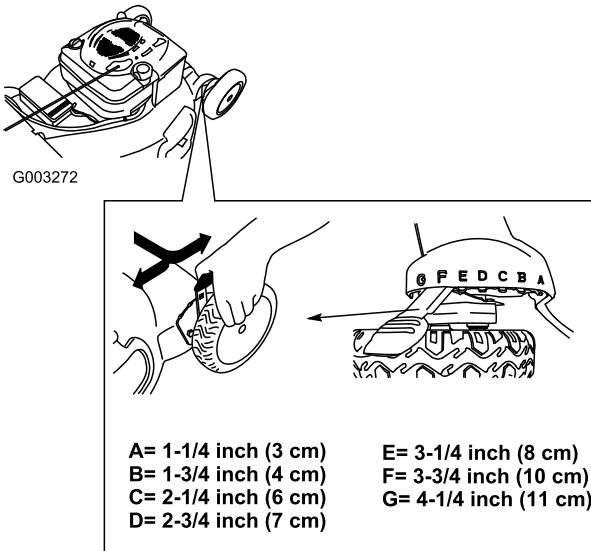

Figura 11
**Nota:** Per alzare il tosaerba, spostate in avanti tutte e 4 le leve dell'altezza di taglio; per abbassare il tosaerba, spostate indietro tutte le leve (Figura 11).